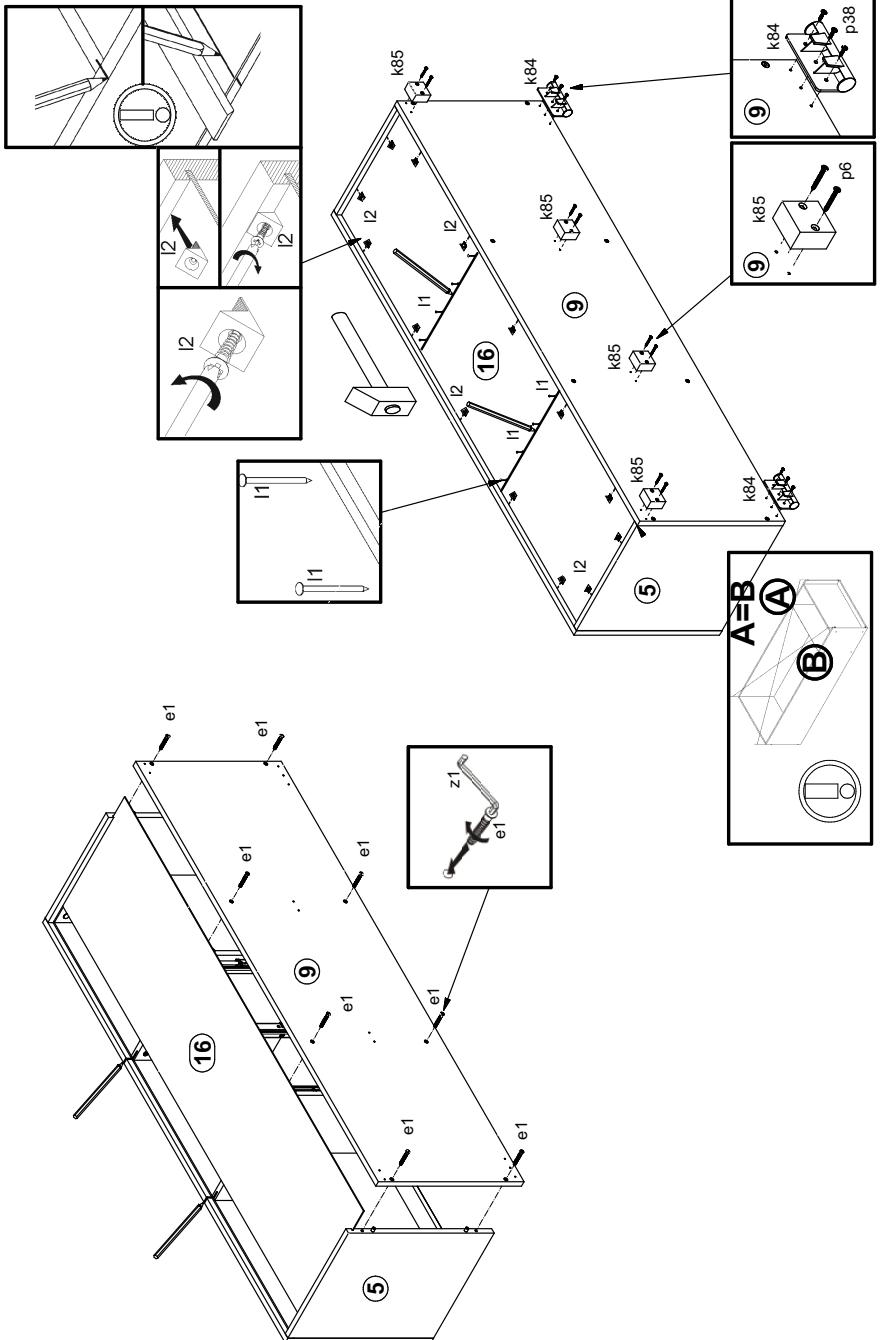

Рисунок 4
- В пазы деталей 4, 5, 8 вставить стенку заднюю 16 (см. рис. 4).
- Присоединить щит 9 к стенкам 4, 5, 6, 7, затянуть конформаты e1, пользуясь ключом z1 (см. рис. 4).
- В отверстия Ø3 мм на нижней поверхности щита нижнего 9 закрепить опоры полимерные k85 шурупами p6, а также опоры полимерные k84 шурупами p38 (см. рис. 4).
- Выровнять корпус изделия, измеряя рулеткой расстояние между противоположными углами по диагонали. Расстояния должны быть равны (см. рис. 4).
- Закрепить стенку заднюю 16 на корпусе изделия гвоздями l1 с шагом 80-120 мм, элементами крепления задней стенки l2 (см. рис. 4).